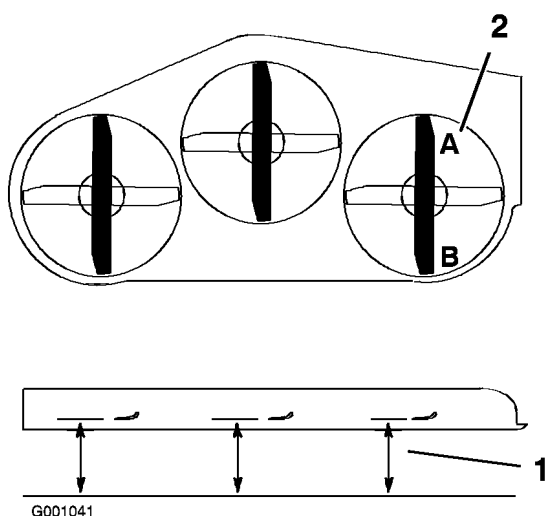

Figure 65
1. Tournez la lame droite dans le sens longitudinal (Figure 65).
2. Mesurez la distance au point **A** entre la surface plane et le tranchant de la pointe de la lame droite (Figure 65).
4. Mesurez la distance au point **B** entre la surface plane et le tranchant de la pointe de la lame droite (Figure 65).
6. La lame doit être plus basse de 6 à 10 mm au point **A** qu'au point **B** (Figure 65). Si ce n'est pas le cas, passez aux étapes suivantes.